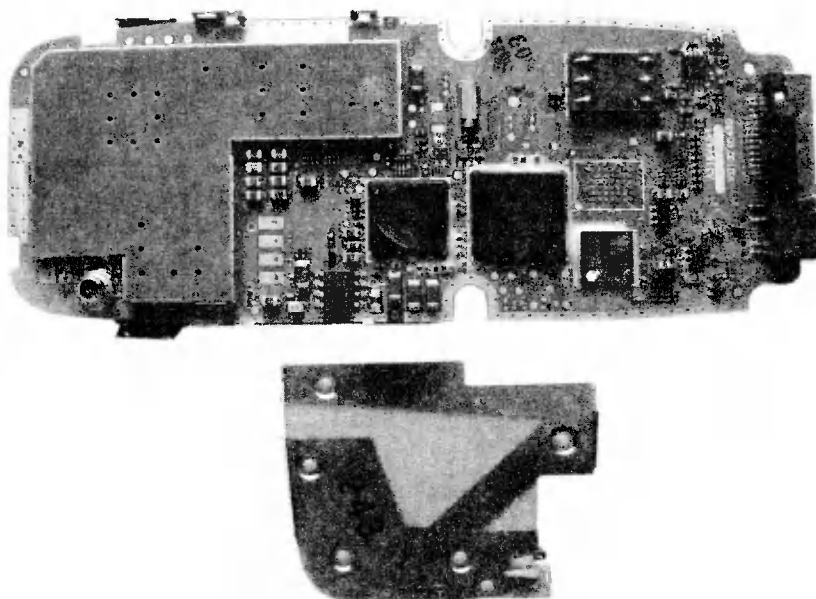

Рис. 7. Порядок разборки телефона LG-B1200 (операция 5)
6. Освобождают пластмассовые защелки антенны и снимают ее с платы (рис. 7).